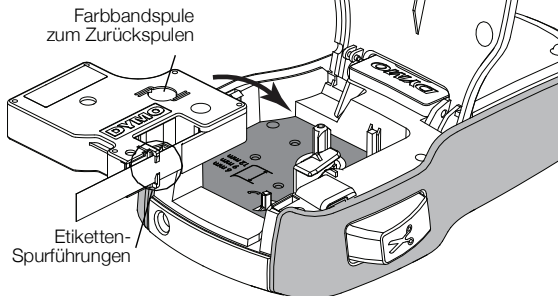

Abbildung 4
- 2 Vergewissern Sie sich, dass Etikett und Farbband straff über den Kassettenkopf gespannt sind und dass das Etikett zwischen den Etikettenführungen durchläuft. Siehe Abbildung 4.